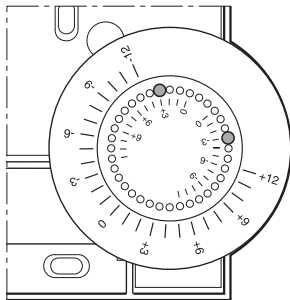

Fig. 7. Limitation de la plage de réglage
- Placer les deux petites épingles dans les trous de la molette de réglage de façon à limiter la plage de réglage (voir Fig.7). Vous orienter sur la base de l'échelle intérieure : Sur la figure 7 les épingles sont insérées de manière à ce que la molette ne puisse régler que sur une plage de ± 3 °C autour du point zéro.